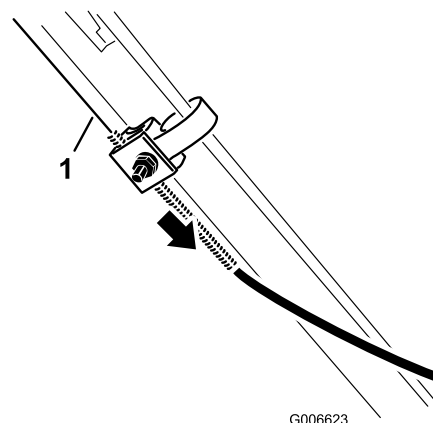

Figura 28
3. Tirate verso il basso la guaina del cavo fino ad eliminare l'imbandito del cavo esposto (Figura 28).